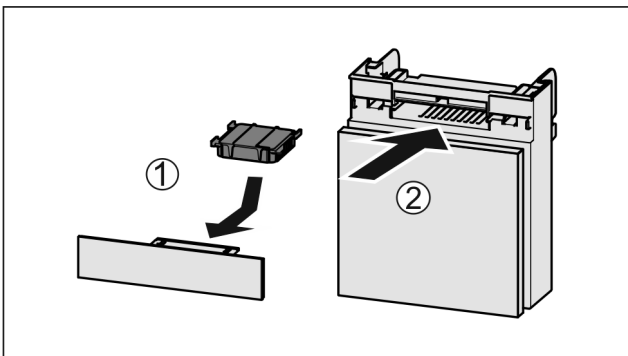

Fig. 82
- ▶ Wkładać Fig. 82 (1) filtr z węglem aktywowanym zgodnie z ilustracją.
- ▷ Filtr z węglem aktywowanym zatrzaskuje się. Gdy filtr z węglem aktywowanym jest skierowany w dół: ▶ Wsunąć komorę Fig. 82 (2).